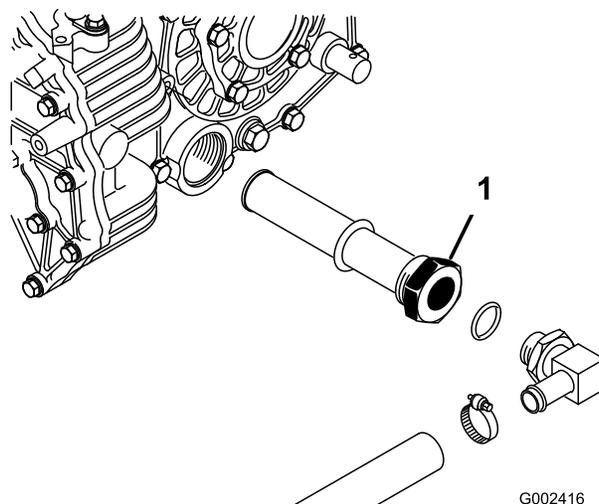

Figure 78
2. Enlevez le bouchon de vidange (Figure 78) sur le côté du réservoir et laissez s'écouler l'huile dans un bac de vidange.